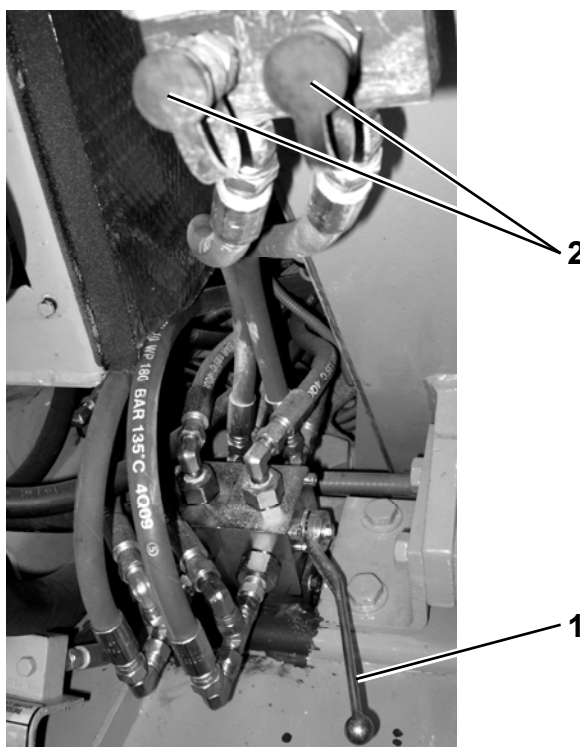

Рис. 3.6. Клапан и муфты быстрого подключения для буксировки (задняя часть машины)
- б) Переставить рычаг клапана для буксировки (1, Рис. 3.6) в вертикальное положение - подключено;
- г) Подключить ручную масленку к одной из муфт быстрого подключения (2, Рис. 3.6). Втиснуть достаточное количество смазки для расторможения тормозов. Вмонтированный манометр должен показывать давления в области от 1500 до 1800 [кПа]. Требуемое количество смазки зависит от начального уровня давления в системе;
- д) Повторить действия из пункта „г” для второй муфты быстрого подключения (2);
- е) Во время буксировки может оказаться необходимым дополнительная накачка смазки на муфты быстрого подключения (2), для дополнения потерь давления, так как падение давления ниже 700 [кПа] вызовет автоматическое включение тормозов;
- г) После завершения буксировки и отключения масленки следует отсоединить буксировочный трос и переставить рычаг клапана для буксировки (1, Рис. 3.6) в горизонтальное положение - выключено;